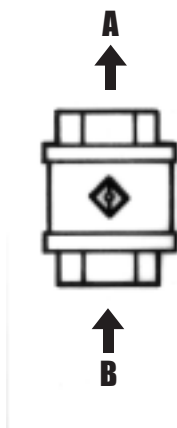

Fig. 1 Valvola a due vie.
- La tacca incisa sull'albero indica "valvola tutta aperta" (Fig. 1).
- The notch on the shaft means "fully open valve" (Fig. 1).